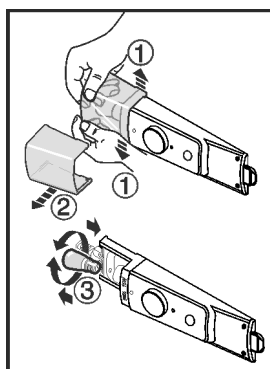

Fig. 10
- Lampenabdeckung nach Abbildung, innen, im vorderen Bereich auseinanderdrücken Fig. 10 (1) und zur Seite abziehen Fig. 10 (2).
- Die Lampe auswechseln. Fig. 10 (3)